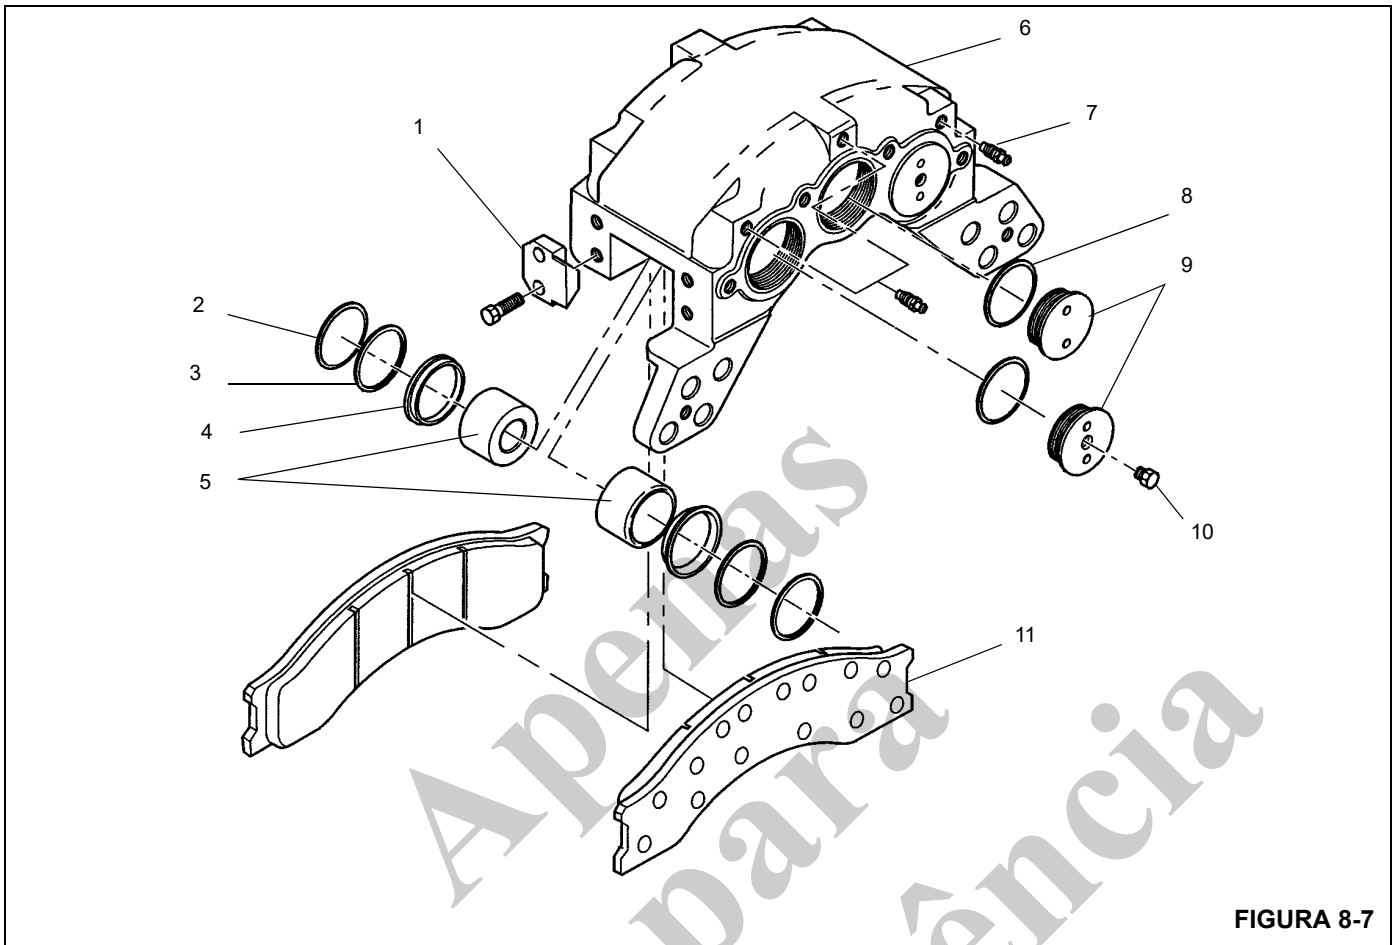

FIGURA 8-7
- d. Remova os pistões (Figura 8-7) dos furos que estão opostos à placa de montagem.